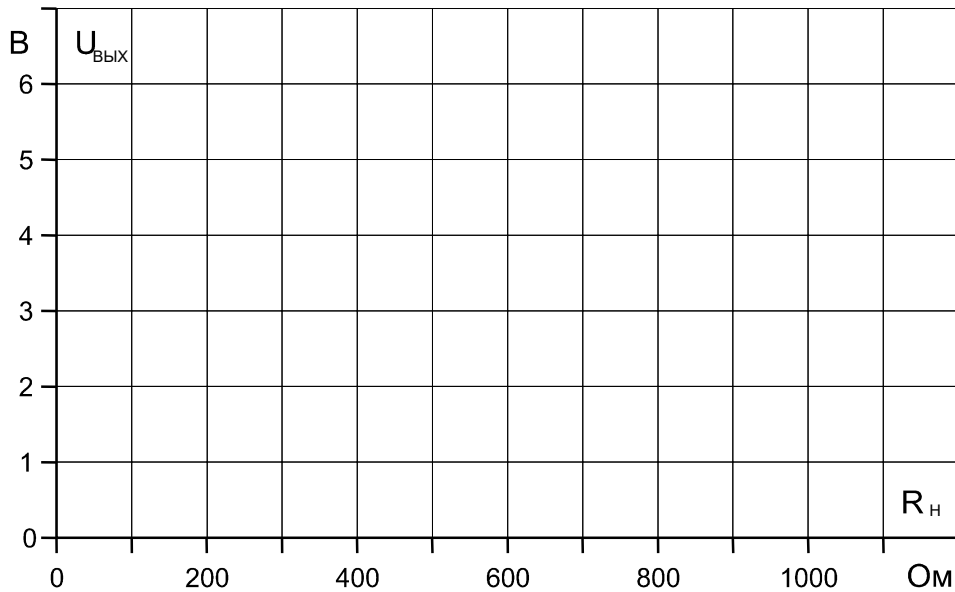

Рис. 8.1.4
- Занесите измеренные величины в табл. 8.1.2 и затем постройте на графике (рис. 8.1.4) кривую зависимости выходного напряжения **U_{вых}** от сопротивления нагрузки **R_н**.
Вопрос 4: Какое утверждение можно сделать относительно характеристики на рис. 8.1.4?